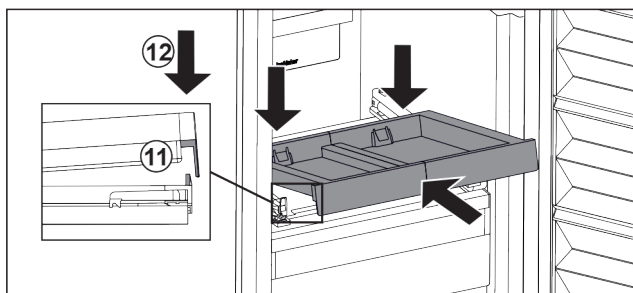

Fig. 29
- ▶ Вставьте, наклоняя вниз. Обратите внимание на то, чтобы на обеих сторонах упор был за накладкой. *Fig. 29 (11)*
- ▶ Снимите выдвижную панель спереди. *Fig. 29 (12)*